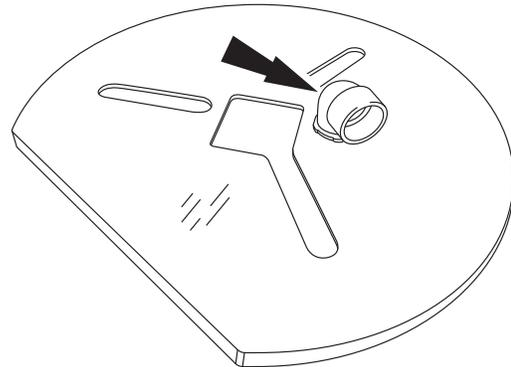

Figure 11
1. Fixez le coude à 90° au panneau en polycarbonate du couvercle de confinement, comme indiqué à la figure 11.